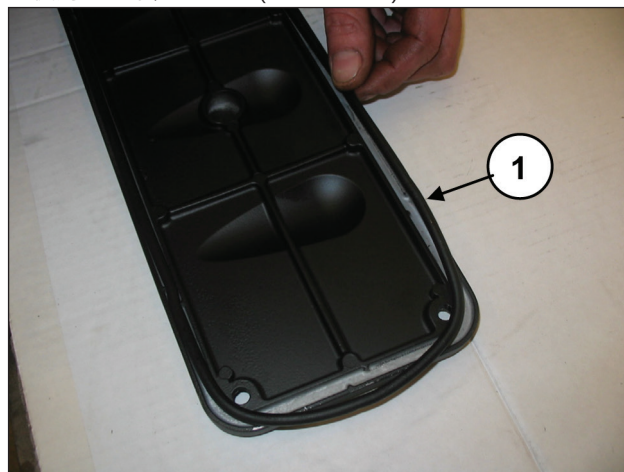
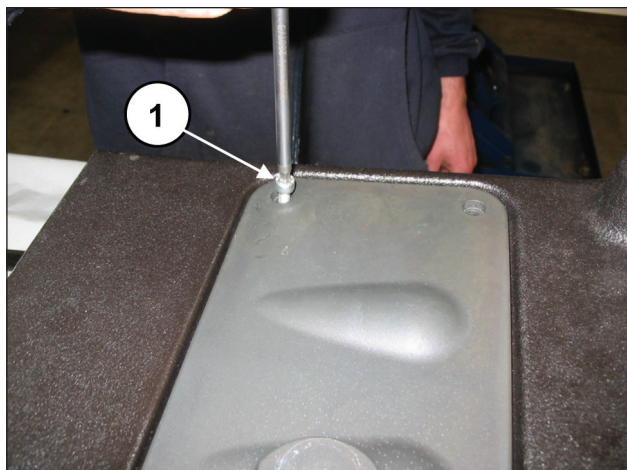

图 102
图 103
在两个检测盖上插入O形圈 (①, 图 102) 并安装检测盖, 可使用4+4螺栓M6x14 (①, 图 103)。